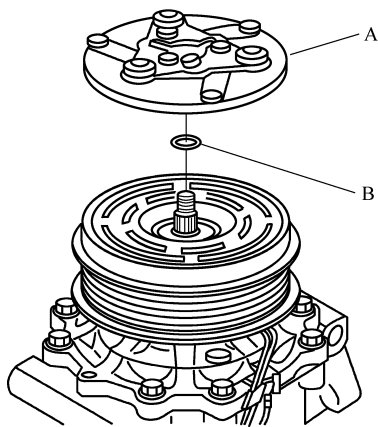

图 5-11 取下驱动盘和垫片
2) 如图 5-11 所示, 拆下驱动盘 A 和垫片 B, 小心不要弄丢垫片。如果离合器需要调整, 必要时增加或减少垫片的数量和厚度, 然后重新安装驱动盘, 并重新检查间隙。